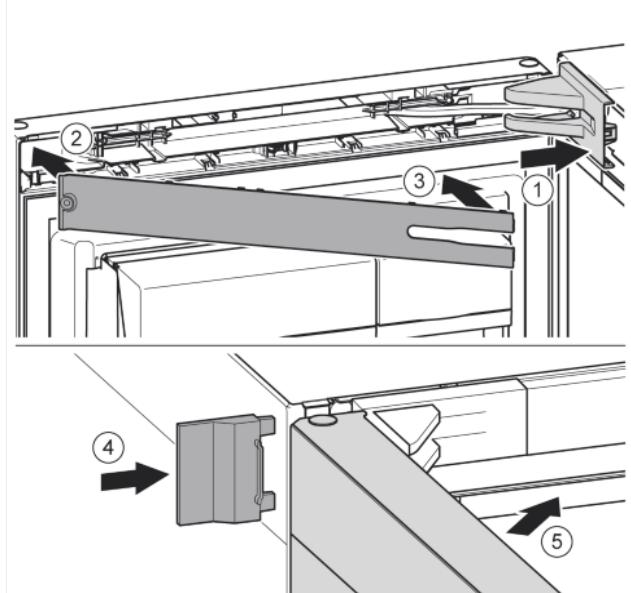

Fig. 26
- Крышку опорного кронштейна установить и зафиксировать, при необходимости, осторожно разжать. Fig. 26 (1)
- Установить накладку. Fig. 26 (2)
- Наклонить и защелкнуть накладку. Fig. 26 (3)
- Надвинуть внешнюю крышку. Fig. 26 (4)
- Закрыть верхнюю дверь. Fig. 26 (5)